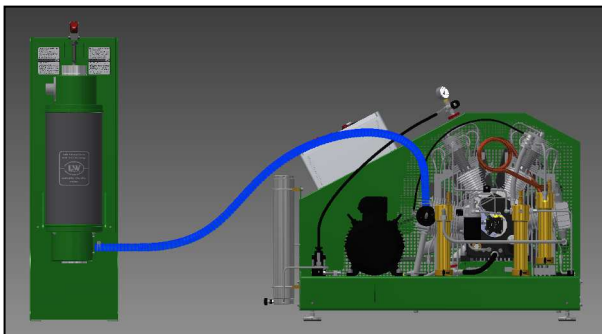
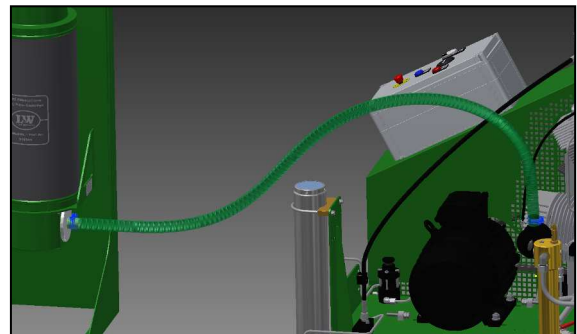

Abb.1: Schlauchverbindung
Abb.2: Drahtschlauchschele
- Schlauchverbindung zwischen dem Schlauchstutzen des unteren Adaptergehäuses des CO₂ Filters und dem Ansaugfilter des Kompressors herstellen (Abb.1) und mit Hilfe der Drahtschlauchschele fixieren (Abb.2).